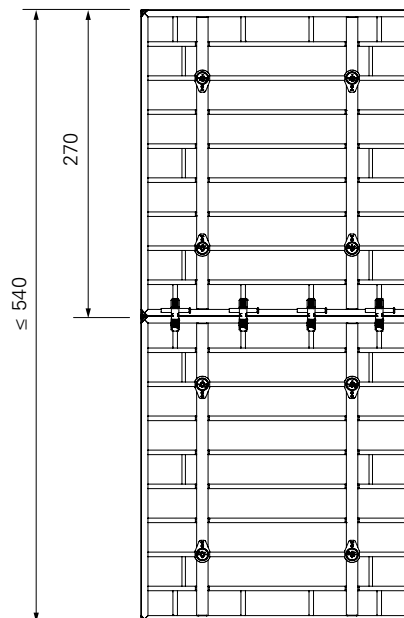

Fig. B8.01
In presenza di uno o più giunti orizzontali fra gli elementi, gli stessi devono essere congiunti con morse BFD (20) (Fig. B8.01)